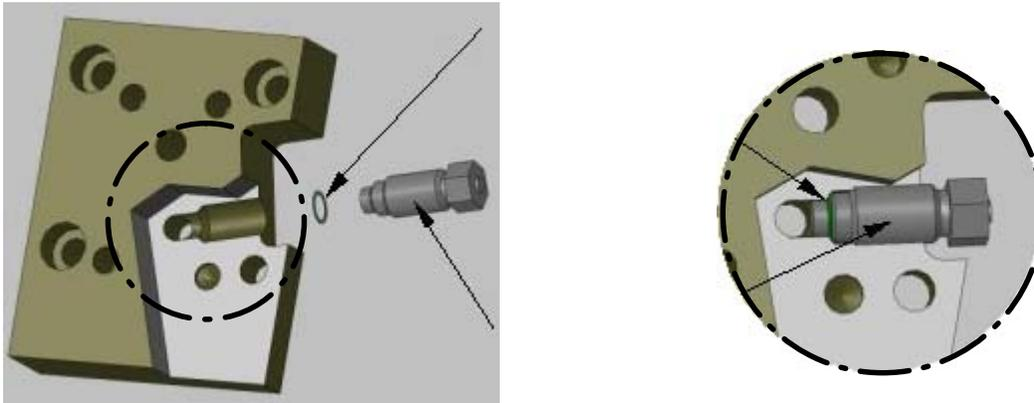

Fig. 5-25 Enroscar com anilha de latão
Consulte a fig. 5-25: em cima errado; em baixo certo, porque aí se utiliza o bujão roscado (2) como guiamento da membrana separadora (1).